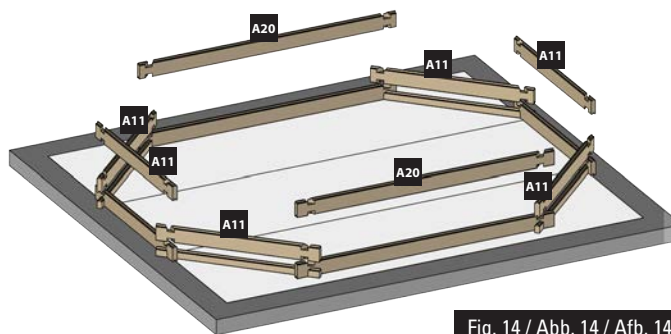

Fig. 14 / Abb. 14 / Afb. 14
- EN 2nd LAYER OF BOARDS:** • Install the second layer of boards as shown in figure 14. • There is a wooden wedge in the structure packet to correctly assemble the boards. • Never directly hit against the boards. You would damage the pegs and would weaken the structure. Do not hit them with anything metallic. This would inevitably damage the wood. • Try to correctly assemble the boards right from the start. There should not be any space between each layer of boards to avoid maladjustment of the higher boards.
- FR 2ÈME RANGÉE DE MADRIERS :** • Positionnez les madriers de la deuxième rangée conformément à la figure 14. • De manière à emboîter correctement les madriers, une cale en bois est à votre disposition dans le colis de structure. • Ne pas taper directement sur les madriers. Cela abîmerait les languettes et nuirait à la solidité de la structure. • Ne pas frapper avec une pièce métallique. Cela détériorerait le madrier irrémédiablement. • Veillez à emboîter bien à fond les madriers dès le départ. Il ne doit pas y avoir d'espace entre chaque rangée pour éviter un décalage au niveau des madriers supérieurs.
- DE 2. BRETTERREIHE:** • Platzieren Sie die Bretter der zweiten Reihe laut Abb. 14. • Um die Bretter richtig anbringen zu können, finden Sie einen Holzkeil im Paket des Tragwerks. • Nicht direkt auf die Bretter klopfen. Das würde die Zapfen und die Festigkeit des Tragwerks beschädigen. • Nicht mit einem Metallteil darauf klopfen. Es würde das Holz unabänderlich beschädigen. • Versuchen Sie, die Bretter von Anfang an tiefgehend ineinander zu fügen. Zwischen den Reihen darf kein Platz sein, um eine Fehlanpassung der oberen Bretter zu vermeiden.
- NL 2ª RIJ PLANKEN:** • Plaats de planken van de tweede rij zoals aangegeven op afbeelding 14. • Om de planken correct te assembleren, zit er een houten wig in het pakket van het frame. • Sla niet direct op de planken. Daardoor gaan het profiel kapot en wordt de stevigheid van het frame ondermijnd. • Sla er niet direct op met metaal. Hierdoor raakt het hout onherstelbaar beschadigd. • Zorg ervoor dat de planken vanaf het begin stevig op elkaar aansluiten. Er mag geen ruimte tussen de rijen overblijven, om te voorkomen dat de bovenste houtdelen onregelmatig uitkomen.